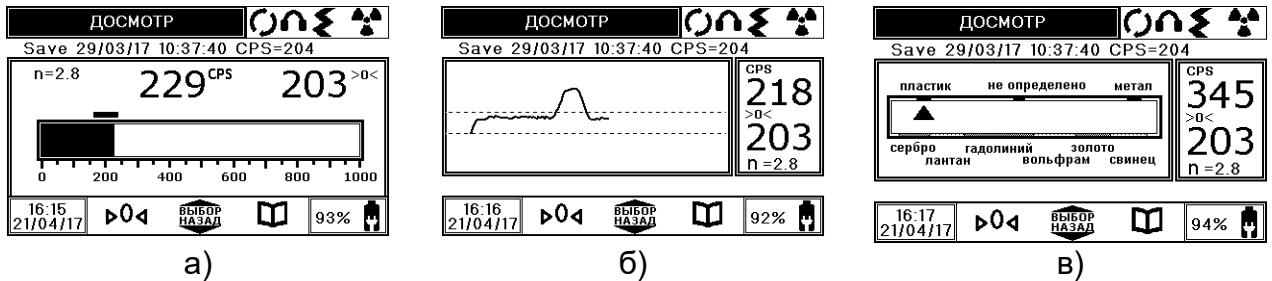

Рисунок 2.10 – Экранные формы абсолютного и порогового отображений, определения материала
- при необходимости определения вида материала в месте, где прибор показывает наибольшую скорость счета, выберите экранную форму определения материала (рисунок 2.10 в)) и не перемещайте прибор в течение не менее 20 с: на шкале материалов стрелка укажет группу, к которой относится данный материал (1.2.3.3 и приложение А);
- **абсолютная.** Текущие значения скорости счета отображаются на аналоговой шкале в абсолютных единицах, cps (рисунок 2.10 а)), при этом сверху шкалы в виде черты отмечен диапазон установленных порогов срабатывания от нижнего до верхнего;
- **пороговая.** Значения скорости счета отображаются в виде линейного графика с двумя пунктирными линиями порогов срабатывания, расположеннымими симметрично определенному базовому значению калибровки поверхности  $\triangleright 0\triangleleft$  (рисунок 2.10 б)). На графике отображаются последние 30 с данных, чтобы прослеживалась тенденция, увеличивается или уменьшается скорость счета от исследуемой поверхности;
- **определение материала** (рисунок 2.10 в)). Отображает материал или группу металла, к которой относится обнаруженное вложение в зависимости от его плотности. Сигнализации при определении материала не работают.